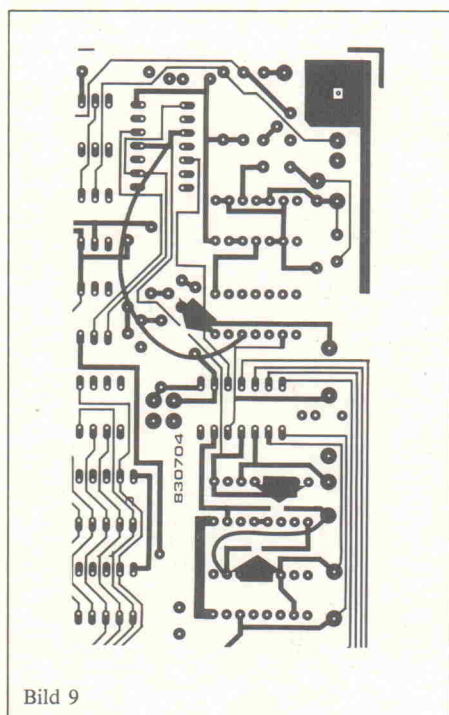

Bild 9
2. Der \overline{WR} -Impuls wird normalerweise von der 200-kHz-Frequenz abgeleitet und ist somit 2,5 Mikrosekunden lang. Das ist für den ZN 427 aber zuviel; der \overline{WR} -Impuls darf nicht länger sein als eine Taktperiode des Wandlers. Deshalb wird er nun von der 2-MHz-Frequenz abgeleitet. Die Pins 3 und 11 von IC7 werden von Pin 7 des IC3 (LS 390) abgetrennt und an Pin 12 von IC2 gelegt. Bild 9 zeigt einen Ausschnitt der Lötseite der Hauptplatine. In der oberen Hälfte der Abbildung sind die Unterbrechungsstelle (durch einen Pfeil gekennzeichnet) sowie die erforderliche Drahtbrücke eingetragen.
um diesen Faktor schneller gemacht werden. Das ist sehr einfach. In der Originalschaltung wird die Taktfrequenz in der einen Hälfte des LS 390 (zwischen den Pins 15 und 9) durch 10 geteilt. Man braucht diesen Teiler nur zu umgehen und hat sofort die um den Faktor 10 höhere Taktfrequenz. Im unteren Teil von Bild 9 ist durch zwei Pfeile markiert, wo die Leiterbahnen unterbrochen werden müssen. Die erforderliche Drahtbrücke ist eingezeichnet.